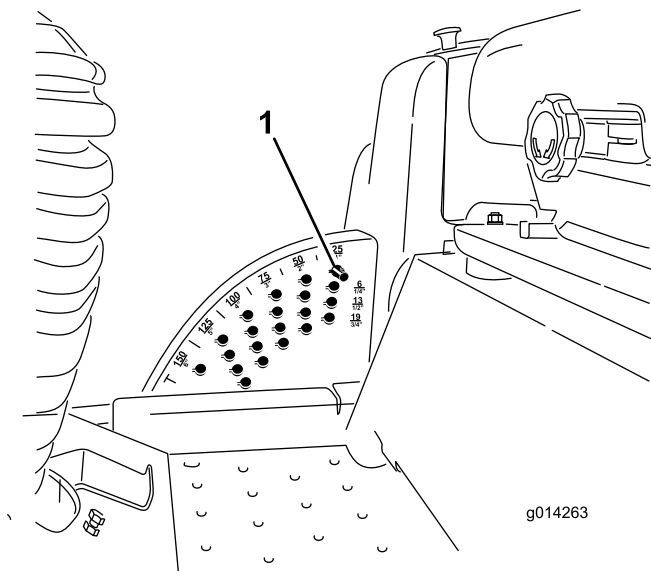

Figura 16
Nota: Per bloccare il piatto di taglio/l'accessorio in posizione sollevata, sollevatelo oltre la posizione di 15 cm, togliete la spina di fermo dell'altezza di taglio (vedere Regolazione dell'altezza di taglio) e inseritela nella posizione dell'altezza di taglio di 15 cm (Figura 16).
1. A motore acceso, tirate indietro l'interruttore di sollevamento del piatto di taglio fino a sollevare completamente il piatto e **rilasciate immediatamente l'interruttore** (Figura 16).
2. Per eseguire una regolazione, girate la spina di arresto fino a quando la protuberanza sulla medesima non si trova allineata con gli intagli previsti nei fori della staffa dell'altezza di taglio, quindi rimuovetela (Figura 16).
3. Nella staffa dell'altezza di taglio scegliete un foro corrispondente all'altezza di taglio richiesta, inserite la spina e bloccatela per mantenere questa posizione (Figura 16).
Nota: Vi sono quattro file di fori di posizionamento (Figura 16). La fila superiore fornisce l'altezza di taglio elencata sopra la spina. La seconda fila fornisce l'altezza elencata più 6 mm. La terza fila fornisce l'altezza elencata più 13 mm. La fila inferiore fornisce l'altezza elencata più 19 mm. La posizione di 15,8 cm ha un solo foro, situato nella seconda fila, che non aggiunge 6 mm alla posizione di 15,8 cm.